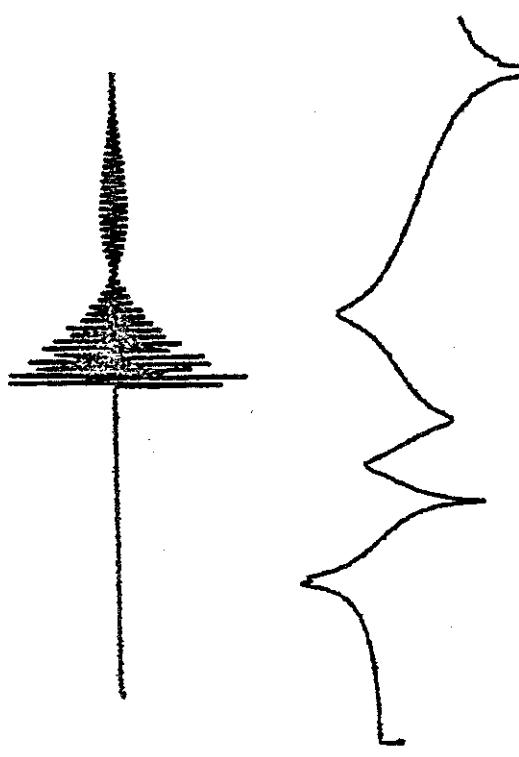

図6-31 “FRAME” モードによる作図例
- "FRAME" : CRT ディスプレイに表示されている情報のうち、スケールのみを作図するモードです。〔図 6-31〕にこのモードによる作図例を示します。
- なお、〔図 6-28〕～〔図 6-31〕の 4 つの図は、"0-0"と "FS-FS" を移動して、1 枚の紙に作図したものです。